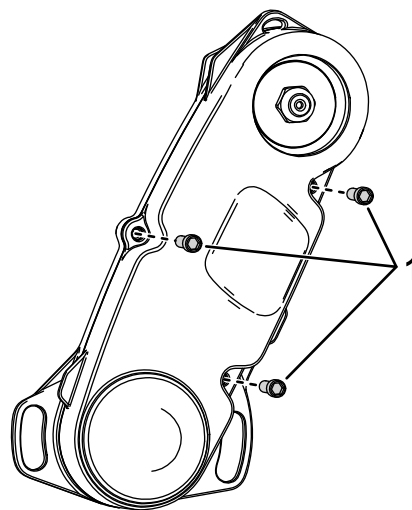

図 6
2. リール駆動アセンブリにカバーを固定しているボルト3本を外してリール駆動カバーを外す 図 6。
7. ステップ 2 で外したボルトを使用してカバーをリール駆動アセンブリに取り付ける 図 6 を参照。